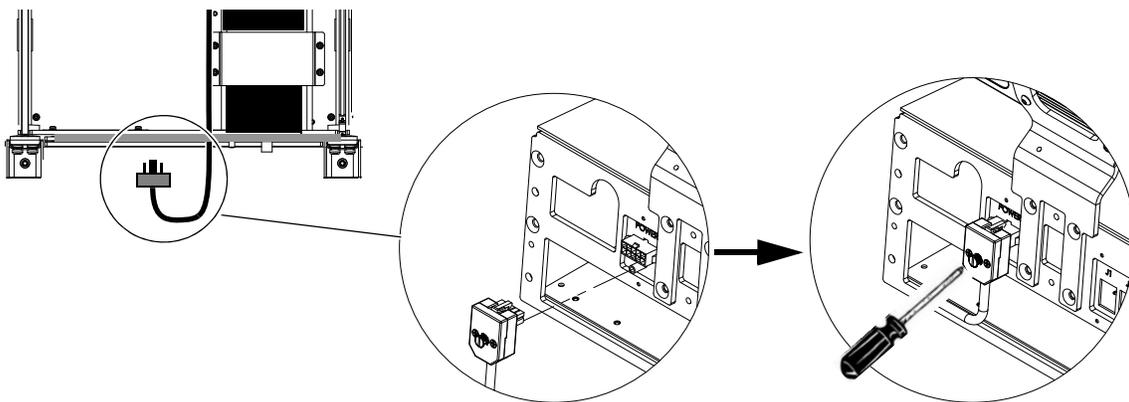

Figura 13. Conexión del terminal del cable a la placa de unión posterior
- 2 Conecta el extremo terminal del cable desde el exterior de la parte posterior del chasis al conector terminal de alimentación en la placa de unión posterior, según se muestra en Figura 13. Utiliza un destornillador de cabeza plana pequeño para fijar la clavija al terminal.